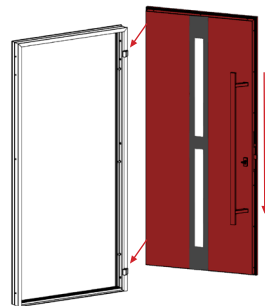

Figure 15.
3.11. Install the door leaf (figure 15).